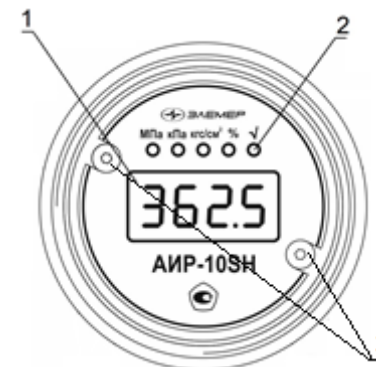

Рисунок 2.1 - Общий вид передней панели АИР-10SH в корпусах АГ-15, НГ-15
2.4.1.3 На лицевой стороне электронного блока АИР-10SH (корпуса АГ-15, НГ-15) расположены (см. рисунок 2.1):